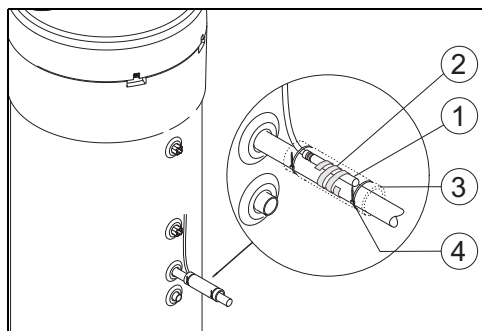

Fig. 8
- ▶ Colocar el sensor de temperatura que se conecta al accesorio (fig. 8, [1]) como se muestra en la fig. 8.
- ▶ Fijar el sensor de temperatura al tubo con la espiral de plástico suministrada (fig. 8, [2]).
- ▶ Envolver el sensor de temperatura con material aislante (fig. 8, [3]).
- ▶ Fijar el aislamiento con las dos bridas suministradas (fig. 8, [4]).